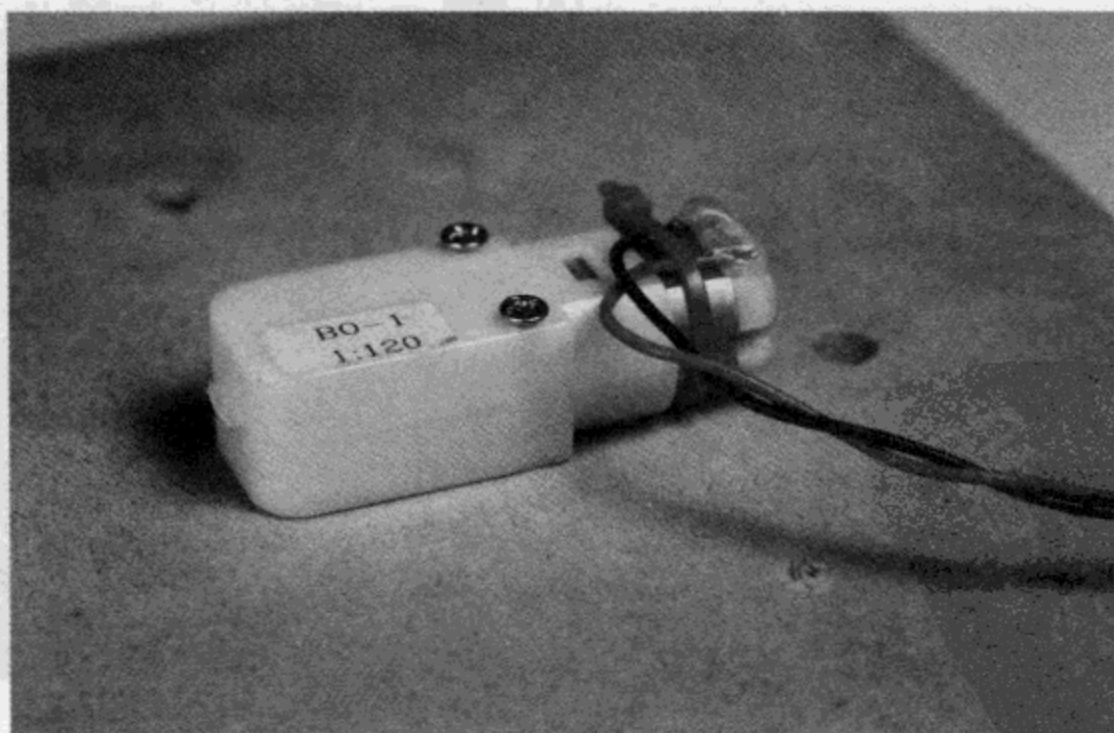

图10.6 安装在盒子顶板下的电机
(12) 把盒子顶部的方形木板倒过来，用两个 $1\frac{1}{4}$  in 长的 4# 木螺钉安装电机。标好孔的位置后，先在木板上钻 $\frac{1}{16}$  in 的导孔。电机应当平贴在木板上，如图 10.6 所示。为了达到这个目的，我们去掉电机上的扎带，用斜嘴钳弄掉连接扎带的扣。同时要注意用热熔胶对电线绝缘，以及电线的应力缓冲。在这个项目中，这点非常重要。